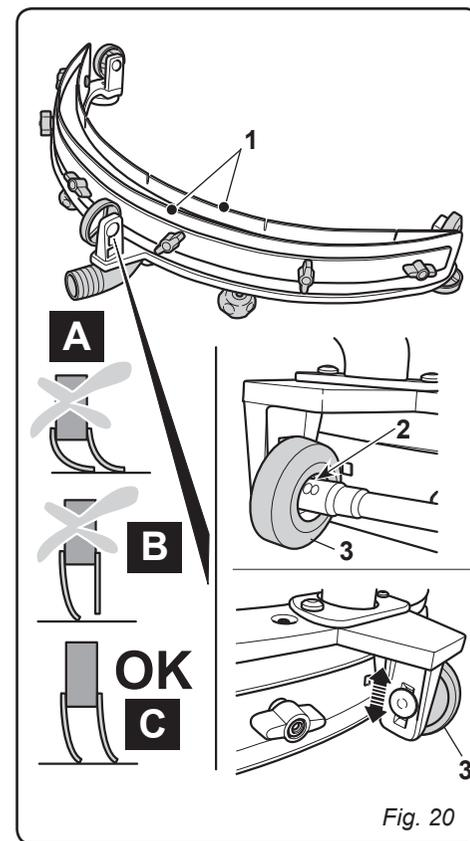

Fig. 20
11.1.g - Configuração de incidência do limpador (Fig. 20)
- Cheque o ângulo de incidência das borrachas (1) no chão.